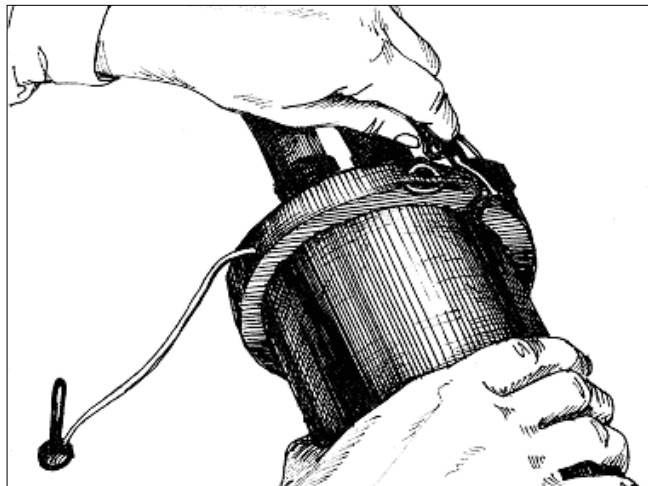

Рис. 3.18. Стягивание хомута защёлкой
**3.9.3.** Плотно соединяют оголовник с кожухом. Надевают хомут и плавно стягивают его защёлкой (Рис. 3.18.).